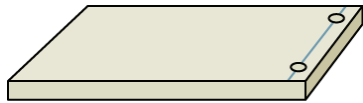

Рис. 5.86. Первая деталь из пластика толщиной 3,2 мм или более с двумя выполненными отверстиями
На рис. 5.86–5.90 показан порядок соединения одной детали из АБС-пластика толщиной 1/8" (3,2 мм) или толще к другой детали толщиной 1/4" (6,4 мм), которую я считаю минимальной для крепления саморезами в торец.
1. Нанесите линию разметки на краю более тонкого пластика на расстоянии 1/8" (3,2 мм) от края (рис. 5.86). Для саморезов #4 нужно просверлить отверстия сверлом диаметром 7/64" (2,78 мм). Если вы используете саморезы с плоской головкой, то зенковать отверстия под них нужно очень осторожно.
Рис. 5.90. На рис. 5.86–5.90 показаны все 4 этапа соединения деталей из АБС-пластика с использованием саморезов #4, предназначенных для скрепления тонколистового металла. В детали из тонкого пластика сделайте отверстия диаметром $7/64''$ (2,78 мм) ровно по линии на расстоянии $1/8''$ (3,2 мм) от края, затем сделайте разметку отверстий на торце другой детали. Просверлите отверстия диаметром $3/32''$ (2,4 мм), которые должны располагаться точно по центру толщины второй детали, затем, как показано на этом рисунке, выполните соединение деталей с помощью саморезов